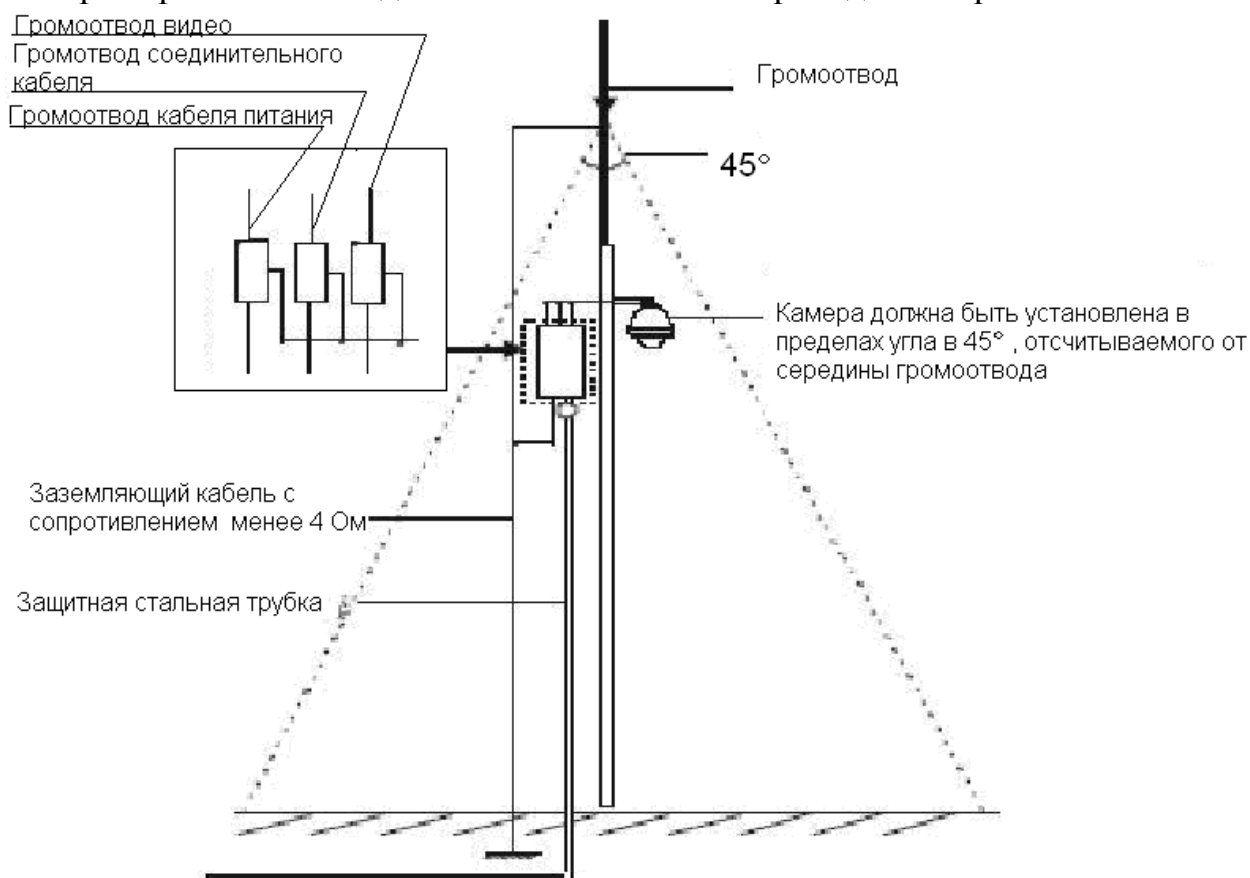

Рис. 1
- Примерная схема подключения заземления приведена на рис. 1